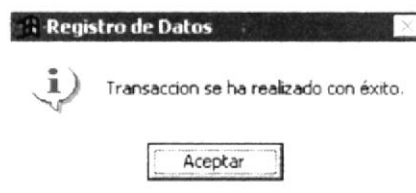

Figura 8.8 Mensaje de Ingreso de Datos
- A continuación aparecerá el mensaje de la figura 8.8